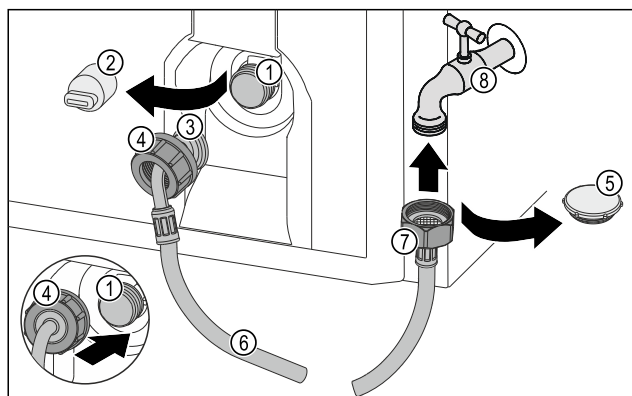

Fig. 15
- Távolítsa el a zárósapkát Fig. 15 (5).
- Helyezze fel az egyenes tömlővéget Fig. 15 (7) a vízcsapra Fig. 15 (8).
- Az óramutató járásának irányában húzza meg az anyát az egyenes tömlővégen Fig. 15 (7).